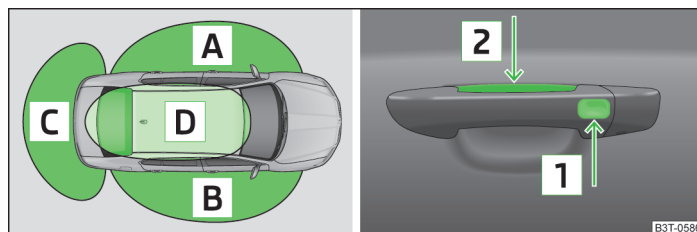

Fig. 15 KESSY : Désignation des zones et déverrouillage/capteurs dans la poignée de la portière avant
Le système KESSY (Keyless Entry Start Exit System) permet un verrouillage et déverrouillage du véhicule sans utilisation effective de la clé. La clé doit se trouver à une distance maximale d'env. 1,5 m de la zone de déverrouillage ou de verrouillage » fig. 15.
- Saisir de la poignée de la porte avant ou couvrir le capteur **[2]** » fig. 15 de toute la surface de la main » **!**.
- Toucher le capteur **[1]** » fig. 15 avec les doigts.
Le véhicule ne se déverrouille pas si le capteur [2] est recouvert en même temps que le capteur [1] » fig. 15 pendant l'opération de déverrouillage.
Le système KESSY est capable de détecter la clé valide, même si celle-ci, par ex. a été oubliée dans la zone avant du toit du véhicule [D] » fig. 15. C'est pourquoi il est impératif de toujours savoir où la clé se trouve.